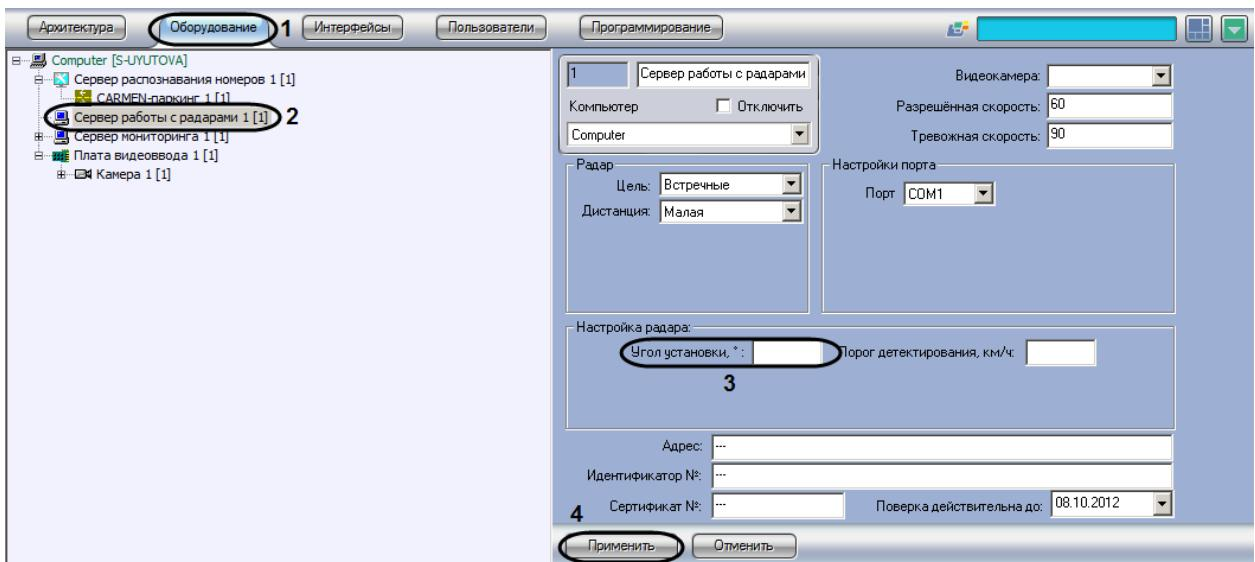

Рис. 7.3—7. Указание угла наклона устройства «Радар» над дорогой
2. В дереве объектов на вкладке «Оборудование» выбрать объект «Сервер работы с радарами», соответствующий настраиваемому программному модулю «Радар» (см. Рис. 7.3—7, 2). В правой части вкладки «Оборудование» отобразится панель настройки выбранного объекта.
3. Задать в поле «Угол установки, ⁰» угол наклона устройства «Радар» над полосой дорожного движения (см. Рис. 7.3—7, 3).